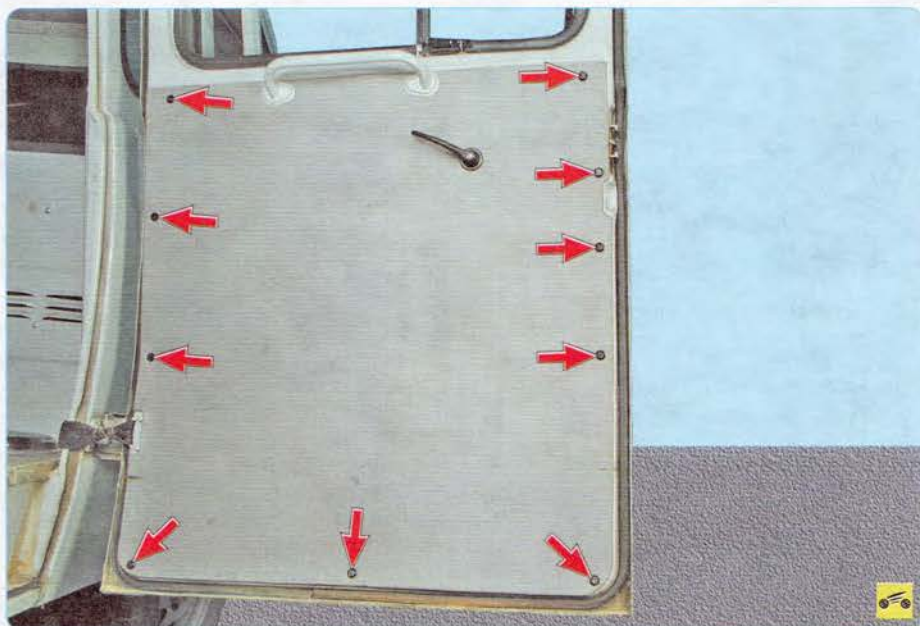

Рис. 11.2. Расположение пистонов крепления обивки задней боковой двери
7. ...и извлеките пистон. Аналогично извлеките остальные пистоны крепления обивки (рис. 11.2).